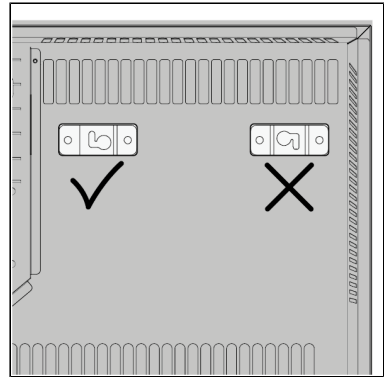

Abbildung 44.
11. Bevor Sie die Halterungen am Alutherm Sani Verre Wi-Fi anbringen, überprüfen Sie noch einmal die Ausrichtung (Abbildung 44).